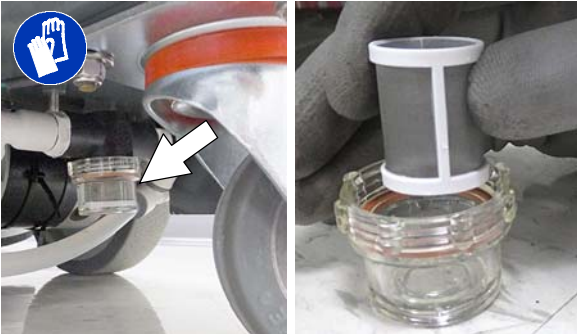

РИС. 101
1. Снимите фильтр бака раствора и очистите экран (Рисунок 101). Для снятия поверните чашку фильтра против часовой стрелки. Перед снятием фильтра убедитесь, что бак утилизации слит.